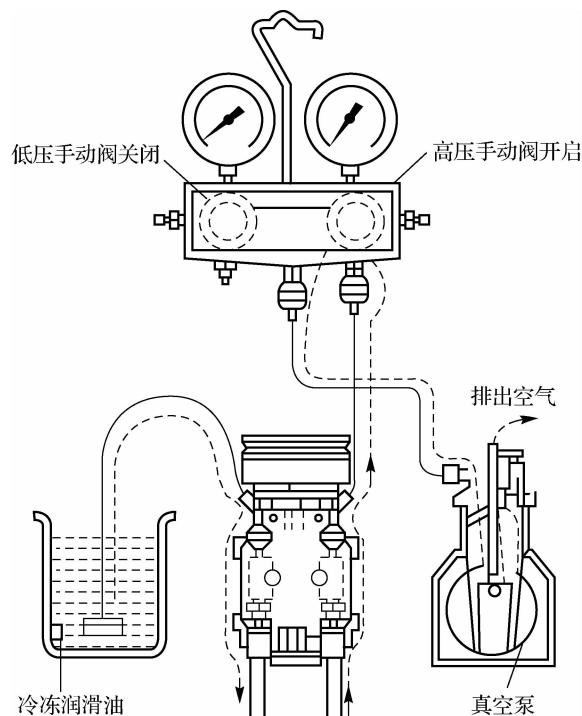

图 1-22 真空吸入法加注冷冻润滑油
(1) 按抽真空的方法先对制冷系统抽真空。
(2) 选用一个有刻度的量杯,加入比要补充的冷冻润滑油还要多的冷冻润滑油(将加注管中的残余油量考虑进去)。
(3) 按图 1-22 所示连接整个系统,即将低压软管从表组一端卸下并伸进冷冻润滑油中,高压软管仍接高压检修阀,中间软管仍接真空泵。